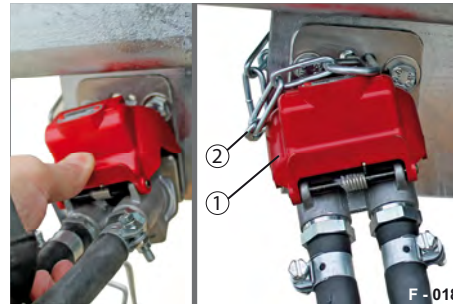

Abb. 24 Duo-Matic, geparkt
- ▶ Stecken Sie den Federstecker (Abb. 24/2) in die Bohrungen hinein. Die Duo-Matic Kupplung ist gegen Herunterfallen gesichert.